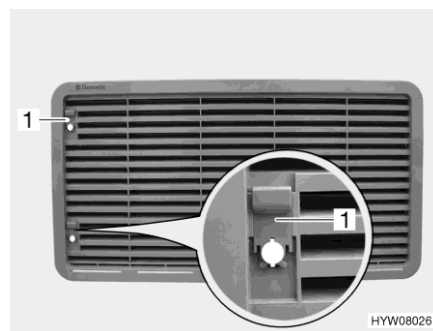
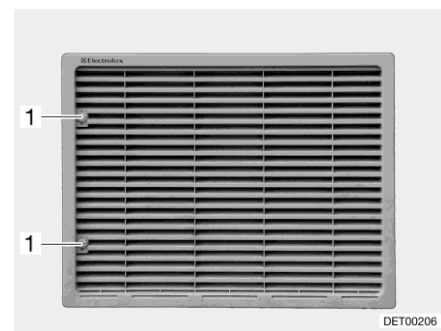

Bild 235 Kylskåpets ventilationsgaller (med spjäll)
Bild 236 Kylskåpets ventilationsgaller (med skruv)
- Beroende på utförande ska spjället (Bild 235,1) skjutas uppåt eller skruven (Bild 236,1) vridas ett kvarts varv med ett mynt.